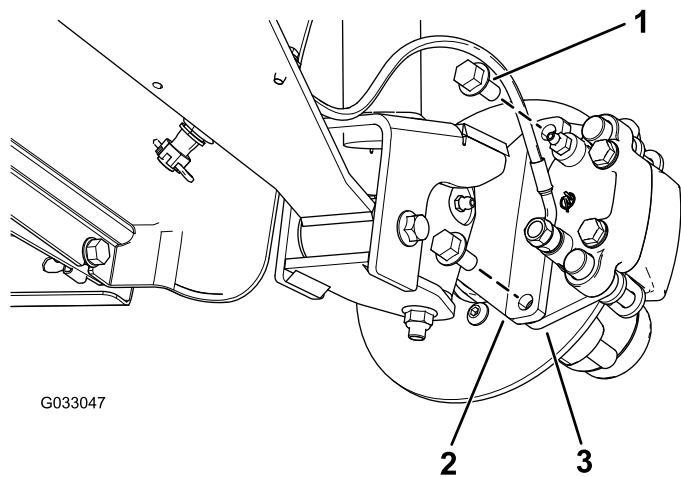
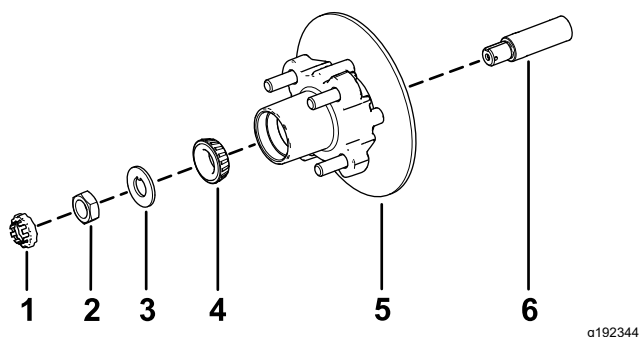

図 31
図 35
3. ブレーキアセンブリ用のブラケットをスピンドルに固定しているフランジヘッドボルト $\frac{3}{8}$ " x $\frac{1}{4}$ "を外してスピンドルからブレーキを取り外す 図 31。
1. スピンドルに所定のグリスを薄く塗る 図 35。
2. ハブとロータをスピンドルに取り付ける。ロータを内側にあること 図 35。
3. スピンドルに外側ベアリングを取り付けてレースにはめる 図 35。
4. スピンドルにタブワッシャを取り付ける 図 35。
5. スピンドルにスピンドルナットを取り付け、ハブを回してベアリングを着座させながらナットを 15 N·m 1.52 kg·m = 11 ft·lb に締めつける 図 35。
2. ブレーキパッドをロータのそれぞれの側に合わせ 図 31、キャリパブラケットの穴と、スピンドルフレームのブレーキ取り付け部の穴を整列させる 図 35。
3. キャリパブラケットをスピンドルフレームに固定する 図 31 フランジヘッドボルト $\frac{3}{8}$ " x $\frac{3}{4}$ " 2本を使用する。